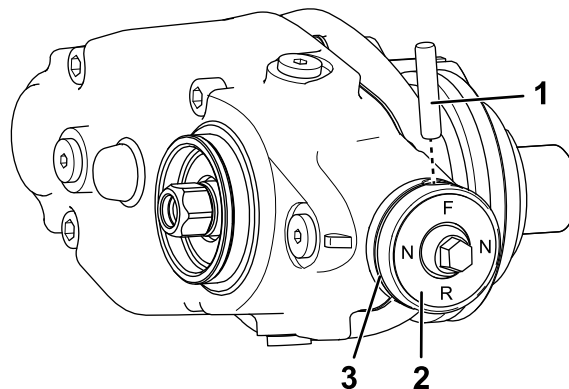

Figura 17
- A. Rimuovete l'O-ring dalla manopola della frizione (Figura 17).
- B. Rimuovete il perno di sicurezza che fissa la manopola della frizione all'albero dell'attuatore (Figura 17).
- D. Montate la manopola della frizione all'albero dell'attuatore con il perno di sicurezza (Figura 17).